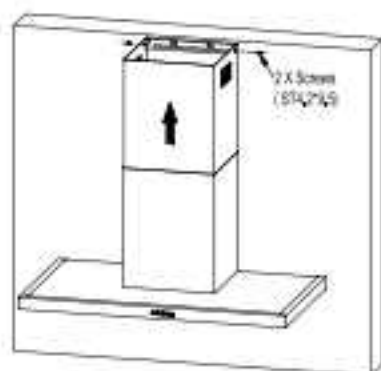

Fig.8
- Fije la extensión de la chimenea. Mire Fig.8